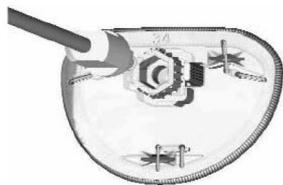

図3
- (4) アウトトレイからインナートレイを取り出し、IDタグのモデル番号とシリアル番号が、アウトトレイと外箱に記載されているモデル番号、シリアル番号と同一であることを確認する。
- (5) IDタグと糸を取り外す。このとき、リングを傷つけないよう注意すること。タグは記録のために残しておく。
- (6) 本品専用のホルダハンドルの先端を、ホルダの六角形の取り付け部分に差し込み (図3)、ハンドルがしっかり接続されていることを確認する。リングをインナートレイから取り出す。